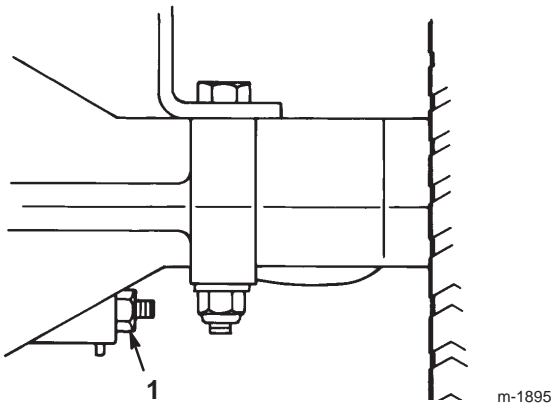

Bild 18
Die Bremse befindet sich an der rechten Seite der Hinterachse im Hinterreifen (Bild 18). Wenn die Feststellbremse den Traktor nicht sicher hält oder ausreichend anhält, muss diese eingestellt werden.
2. Drehen Sie zum Erhöhen des Bremswiderstands die Bremseneinstellmutter (Bild 18) 1/8 Umdrehung im Uhrzeigersinn.